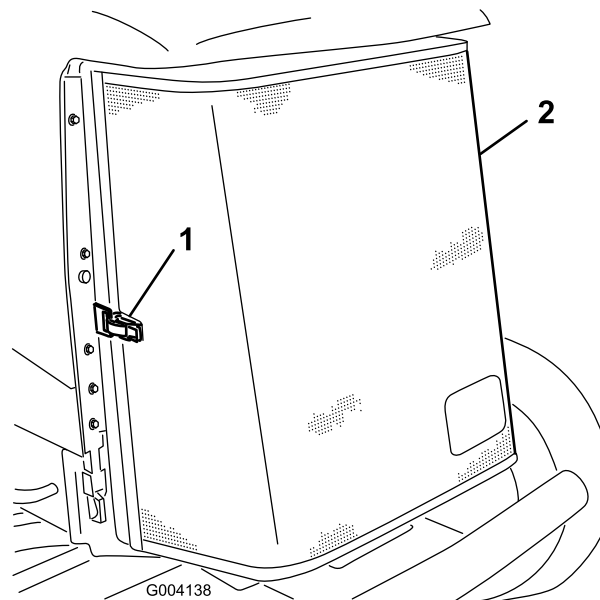

Figure 140
5. Déverrouillez la protection arrière et faites-la pivoter pour l'ouvrir (Figure 140).